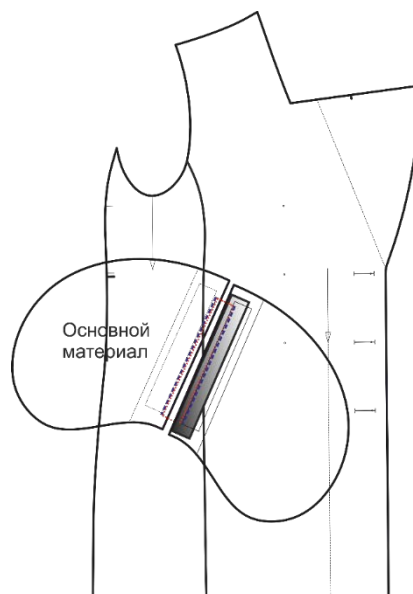

Рис. 2
- наметьте место расположения карман на полочке (рис. 2 красная линия);
- приметайте, а затем притачайте листочку к полочке на расстоянии 10 мм от среза на полочке (строчка 2, рис.1); (см. рис. 2);
- приметайте, а затем притачайте мешковину кармана из основного материала на расстоянии 10 мм от среза к полочке (строчка 3, рис.1); (см. рис. 2);